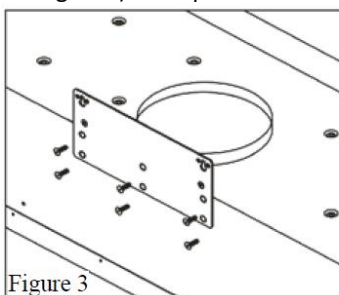

Figure 3
2. Bevestig de montagebeugel van de kap aan de achterkant van de kap met zes schroeven, zoals weergegeven in afbeelding 3.